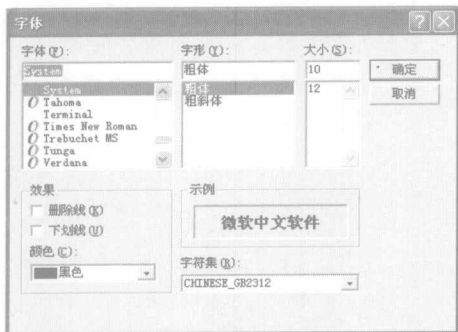

图 1-2 “字体”对话框
(2) 单击  按钮，弹出“字体”对话框，如图 1-2 所示。在该对话框中选择合适的字体。
(3) 按照图 1-2 中的选择设置并单击  按钮，关闭“字体”设置对话框，此时系统字体不会马上变化，单击图 1-1 中的  按钮确定更改。